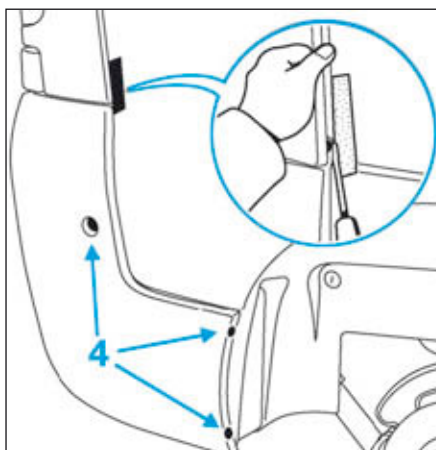

FIG.142
- Déposer les vis (4) (Fig.142).
- Reposer les vis (4) (Fig.142).